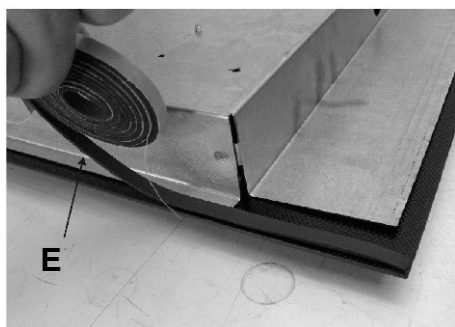

FIG. 9
- Pegue la junta al cristal de modo uniforme y seguro presionándola con los dedos. Coloque la placa de cocción en el orificio efectuado en el mueble y bloquéelo con los tornillos "F" de los ganchos de fijación "G" (ver fig. 9).